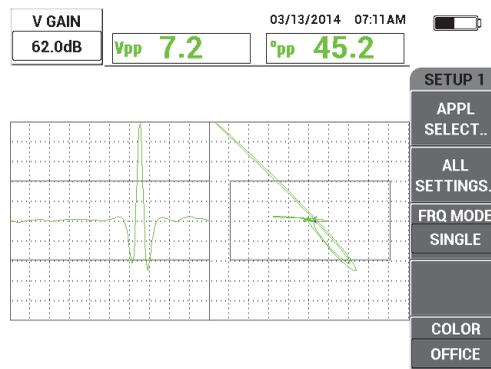

Figura 5-16 Regolazione del guadagno verticale
5. Premere il tasto GAIN (**dB**) ancora due volte per accedere al parametro GUAD. VER. (guadagno verticale) e in seguito, mediante la manopola, regolare il guadagno verticale fino a quando il segnale raggiunge la parte superiore dello schermo, corrispondente al 100% dell'altezza dello schermo (vedere Figura 5-16 a pagina 146).